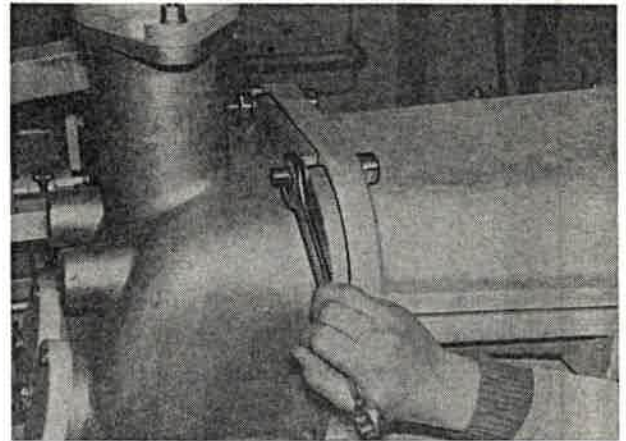

Bild 201
2.3 Sechskantmuttern der Trogbefestigung zum Dosiergehäuse lösen (Bild 201).